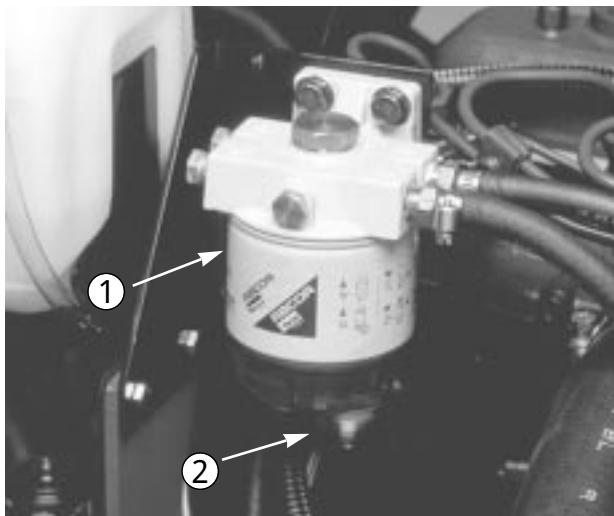

図 50
2. ベルト中央（図50：オルタネータとクランクシャフトブーリの間）を10 kgで押したときに 10 mm程度のたわみがあればよい。値から外れていれば、3.以下の作業を行う。